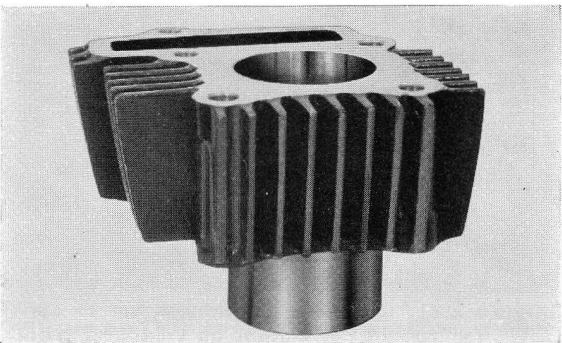

Figure 2-25 : cylindre
2. Déposer le cylindre (figure 2-25)